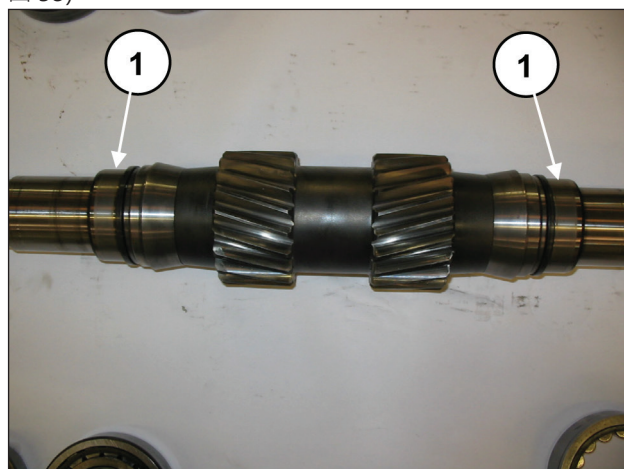

图 53
将轴承的2个内环插入在动力输出轴上 (每侧一个) (①·图 53)。